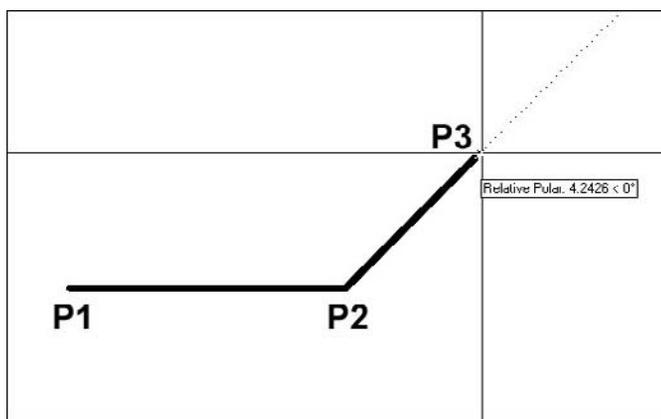

Fig.3.5
- 1 Activer le repérage polaire et lancer une commande de dessin comme Arc, Cercle ou Ligne. Par exemple Ligne (fig.3.5).